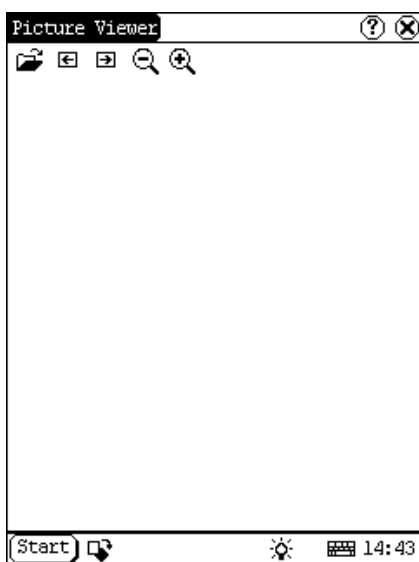

Рисунок 4-11
4) в интерфейсе изображении нажмите значок  в панели средства на верхней части.(см. рисунок 4-11)